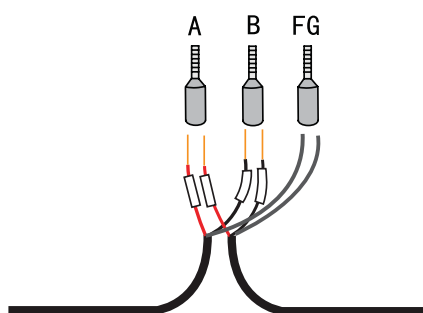

图8-11 端子压线示意
- 步骤 4 两根线缆的屏蔽层拧成一束，用热缩套好后插入冷压端子压好。如图 8-11 所示。